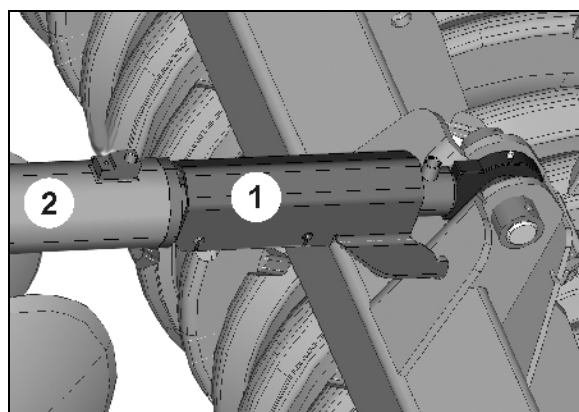

Fig. 31
1. Verrouillez le vérin hydraulique (Fig. 31/2) avec le crochet de verrouillage (Fig. 31/1).